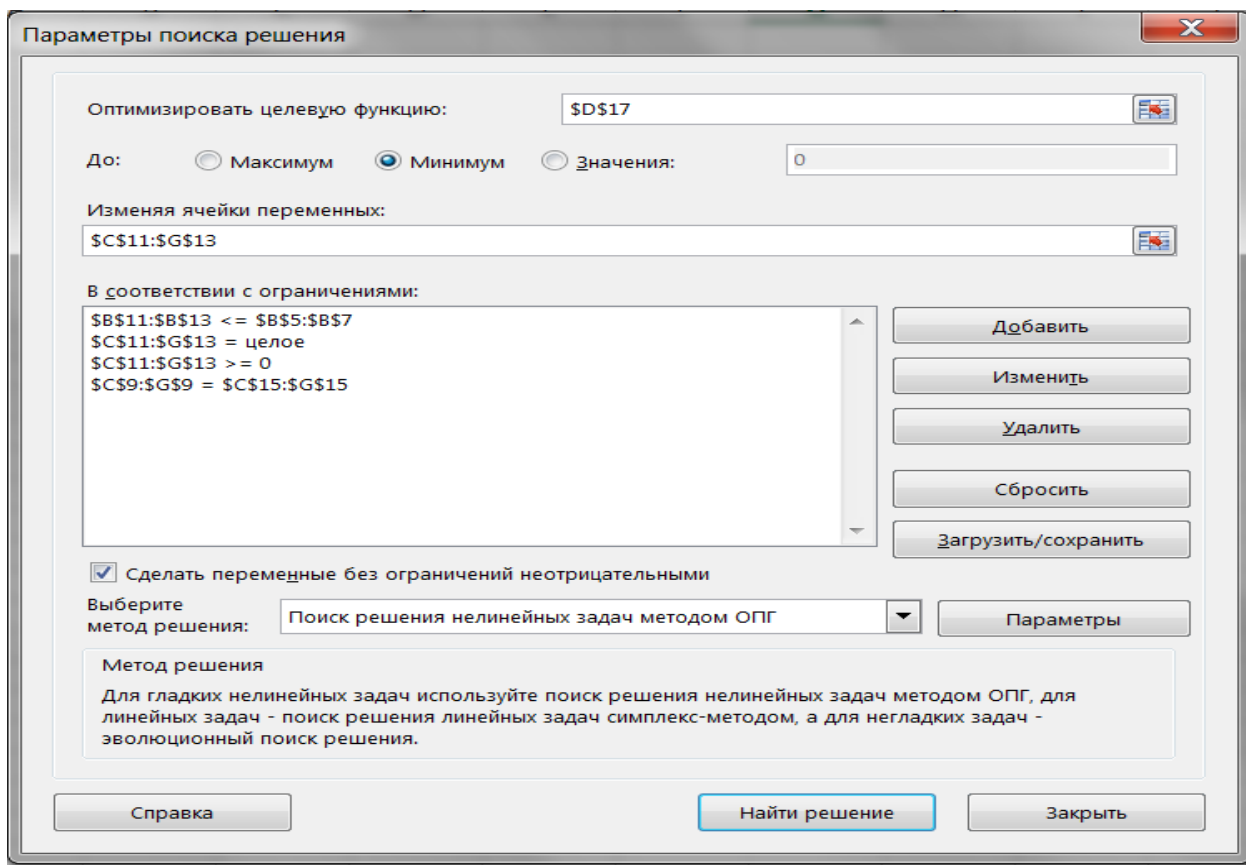
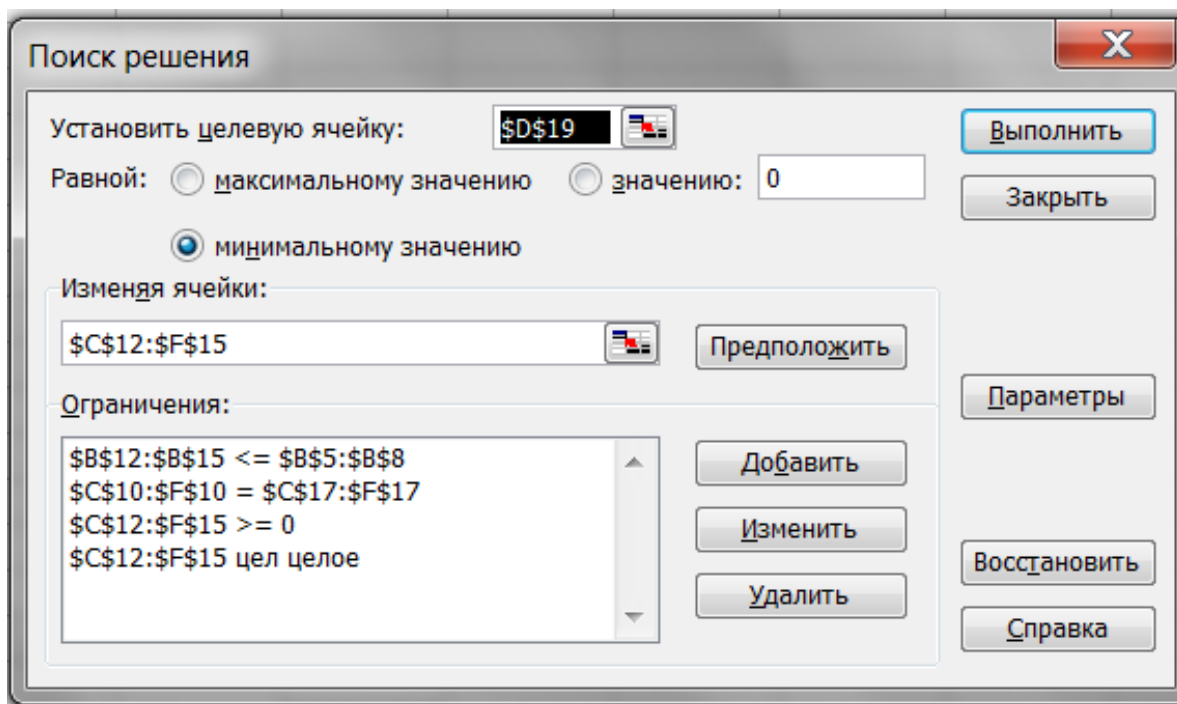

Рис. 4
Рис. 5
2.5. Вызываем программу Поиск решения (Данные – Анализ данных) и заполняем поля диалогового окна (рис. 4 в Excel 2003 и 2007 или рис. 5 в Excel 2010 и 2013):
3.3.5. Вызываем программу Поиск решения и заполняем поля диалогового окна (рис. 5):